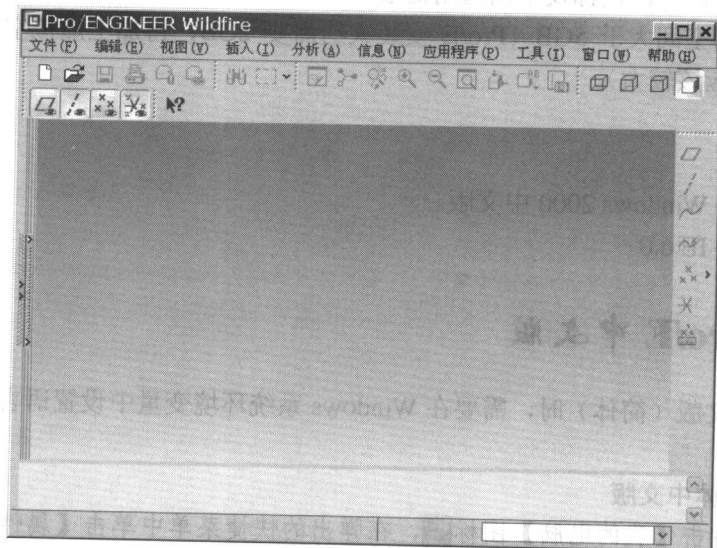

图 1-5 Pro/E 系统默认的初始界面
5. 安装 Pro/ENGINEER Wildfire, 安装完成后重新启动计算机, Pro/E 系统默认的初始界面如图 1-5 所示。